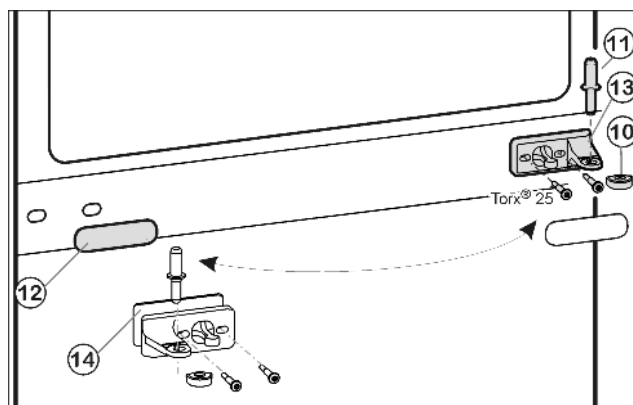
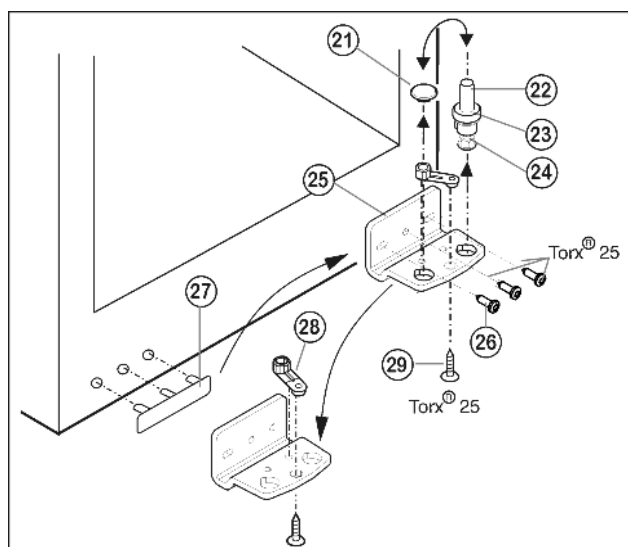

Fig. 8
Fig. 9
- ▶ Wyjąć środkowy sworzeń zawiasu Fig. 8 (11) z płytki zawiasu i dolnych drzwi.
- ▶ Wyjąć zaślepkę z tworzywa sztucznego Fig. 8 (10).
- ▶ Odkręcić środkową płytkę zawiasu Fig. 8 (13) (2 razy Torx® 25).
- ▶ Ostrożnie zdjąć osłonę Fig. 8 (12).
- ▶ Środkową płytkę zawiasu Fig. 8 (13) z podkładką Fig. 8 (14) obrócić o 180° przykręcić mocno na nowej stronie zawiasu (z siłą 4 Nm).
- ▶ Założyć zaślepkę Fig. 8 (10) obrócić o 180° po nowej stronie uchwytu.
- ▶ Trzpień zawiasu Fig. 9 (22) kompletny, z podkładką Fig. 9 (23) i nóżką Fig. 9 (24), wyciągnąć do góry.
- ▶ Unieść zatyczki Fig. 9 (21).
- ▶ Odkręcić Fig. 9 (25) płytkę zawiasu Fig. 9 (26).
- ▶ Odkręcić element zawiasu Fig. 9 (28), przełożyć do przeciwległego otworu zawiasu i tam dokręcić.
- ▶ Zdjąć i przełożyć osłonkę po stronie uchwytu Fig. 9 (27) na przeciwległą stronę.
- ▶ Przykręcić mocno płytkę zawiasu Fig. 9 (25) na nowej stronie (z siłą 4 Nm), w razie potrzeby za pomocą wkrętarki akumulatorowej.
- ▶ Zatyczki Fig. 9 (21) ponownie włożyć do innego otworu.
- ▶ Trzpień zawiasu Fig. 9 (22) kompletny, z podkładką i nóżką włożyć ponownie. Przy tym zwrócić uwagę, by krzywka zatrzaskowa wskazywała do tyłu.
- ▶ Założyć dolne drzwi od góry na dolny sworzeń zawiasu Fig. 9 (22).
- ▶ Ponownie założyć zaślepkę z tworzywa sztucznego Fig. 8 (10) na środkową płytkę zawiasu Fig. 8 (13).
- ▶ Po nowej stronie zawiasu przełożyć środkowy sworzeń zawiasu Fig. 8 (11) przez środkową płytkę zawiasu Fig. 8 (13), wkładając go w dolne drzwi.
- ▶ Założyć górne drzwi na środkowy sworzeń zawiasu Fig. 8 (11).
- ▶ Korzystając ew. z obu podłużnych otworów w dolnej płytce zawiasu Fig. 9 (25) i środkowej płytce zawiasu Fig. 8 (13) ustawić drzwi w jednej linii z obudową urządzenia. W tym celu wykręcić środkową śrubę z płytki zawiasu u dołu Fig. 9 (25).